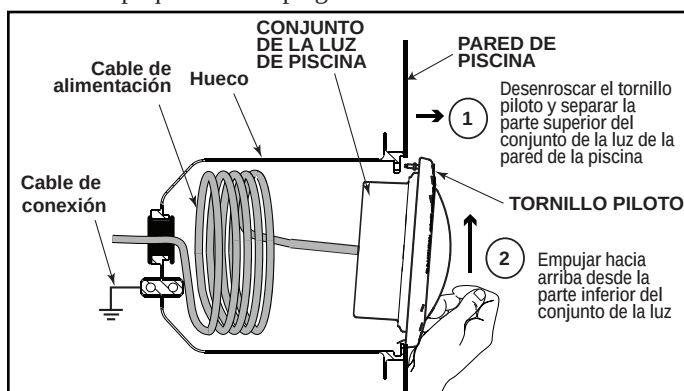

**Figura 6. Extracción del conjunto de luz LED blanca Jandy Pro Series para reemplazar el controlador de iluminación**
3. Para retirar el conjunto de la luz, desenrosque el tornillo piloto especial en la parte superior del aro frontal, retire el conjunto de la luz del hueco y coloque el conjunto cuidadosamente sobre la plataforma. No es necesario drenar la piscina. Consulte la Figura 6.